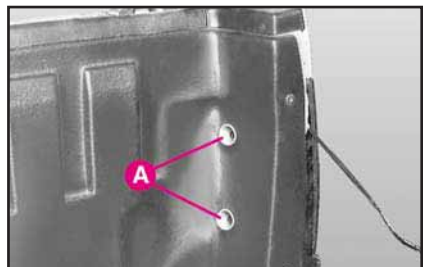

fig. 18
1) Dall'interno del vano di carico, svitare le viti **A**-fig. 18, utilizzando il cacciavite in dotazione nella borsa porta attrezzi. Sfilare il connettore elettrico.